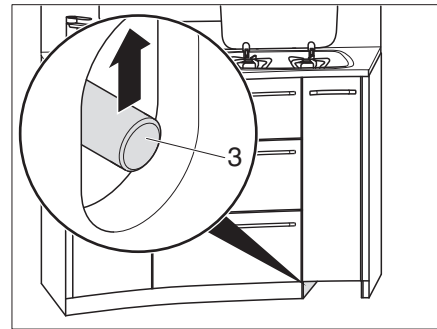

Fig. 119 Déverrouiller les tiroirs de cuisine
- Pousser la tige de poussée (Fig. 119,3) vers le haut.